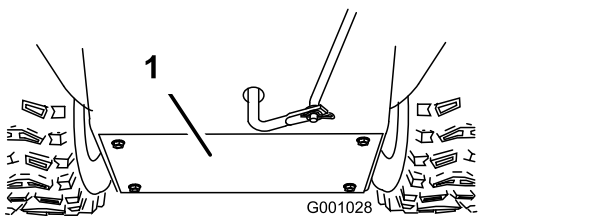

Figure 35
3. Déposez le couvercle arrière (Figure 35).